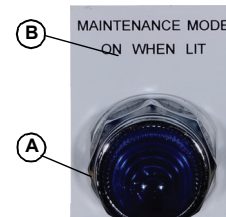

Figure 2 / Figure 2 / Figura 2 / Abbildung 2 / Figura 2 / Рисунок 2 / ? 3 :
1. Assemble the ERMS indicator (A) according to the instructions provided with the components.
2. Install the remote indicator (A) and remote indicator nameplate (B) in the equipment:
- As a complement to the ERMS switch (Figure 2).
1. Assemblez l'indicateur ERMS (A) selon les instructions fournies avec les composants.
2. Installez l'indicateur distant (A) et sa plaque signalétique (B) dans l'équipement :
- en complément du commutateur ERMS (figure 2) ;
1. Montieren Sie die ERMS-Anzeige (A) gemäß den mit den Komponenten gelieferten Anweisungen.
2. Installieren Sie die Fernanzeige (A) und das zugehörige Typenschild (B) in der Anlage:
- Als Ergänzung zum ERMS-Schalter (Abbildung 2).
1. 根据部件随附的说明书，组装 ERMS 指示灯 (A)。
2. 将分体式指示灯 (A) 和分体式指示灯开关铭牌 (B) 安装在设备中：
- 作为 ERMS 开关的补充 (图 2)